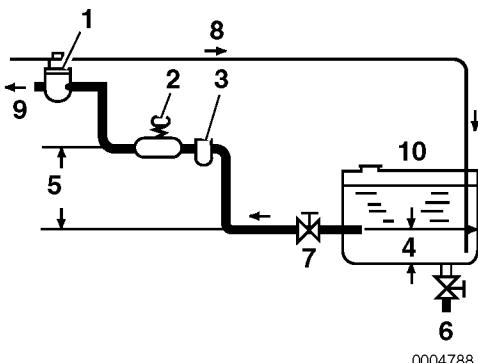

Figura 3
Instale la línea de combustible del tanque de combustible en la bomba de inyección del combustible como se muestra en Figura 3.
El separador recomendado de combustible / agua (Figura 3, (3)) (opcional) está instalado en la sección central de esa línea.